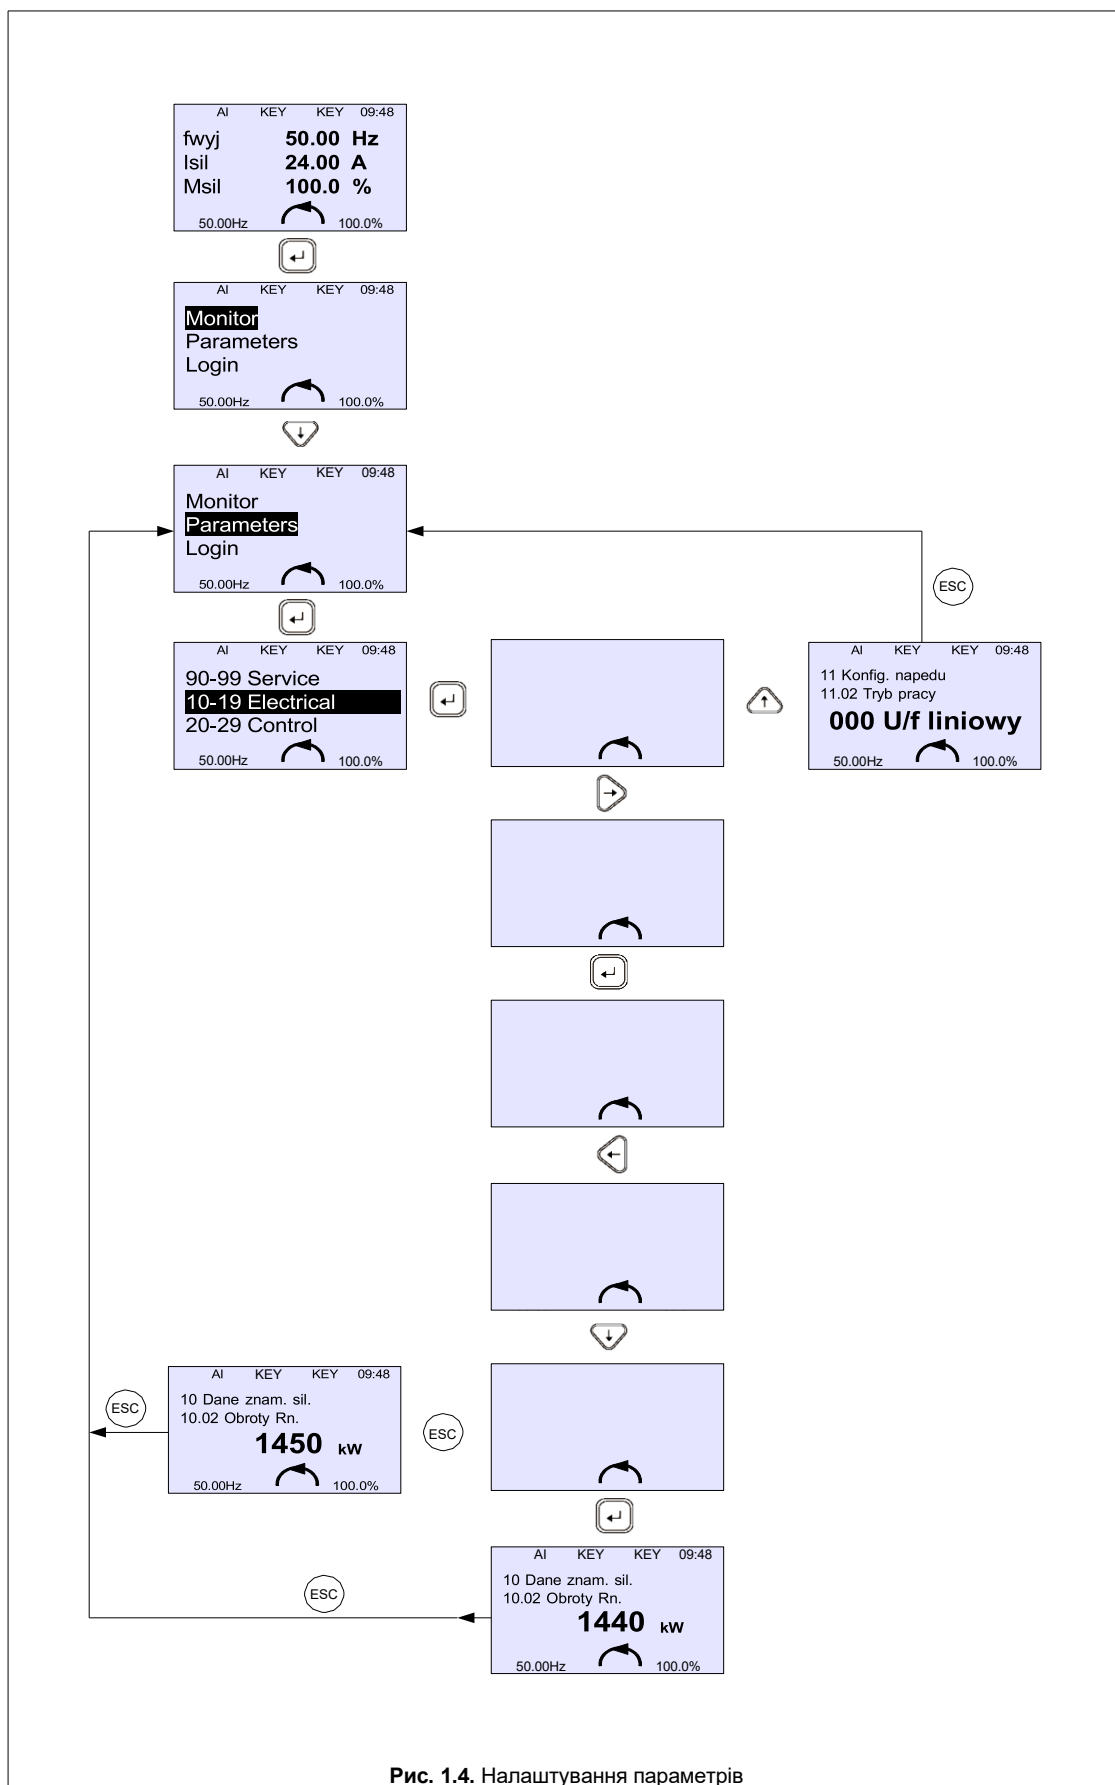

Рис. 1.4. Налаштування параметрів
Порядок налаштування параметрів перетворювача наведено на рис. 1.4. Логіка місця керування (2) описана в розділі 2.2 Керування на сторінці 12.